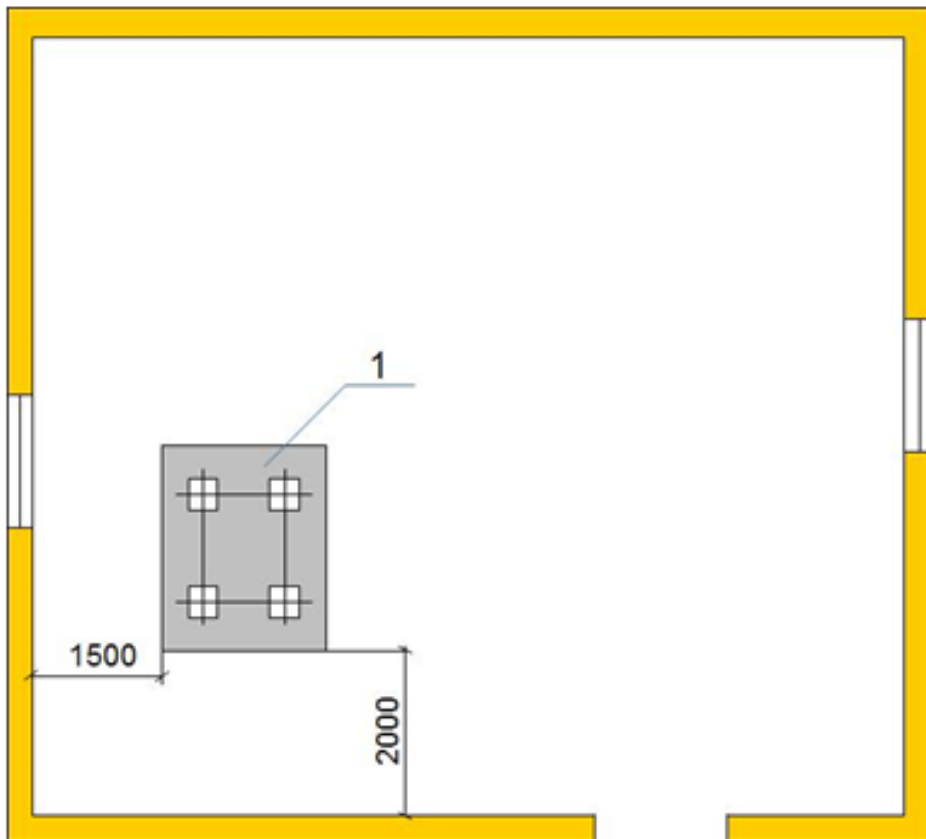

Рис.3. Від стіни або від осі колон до габаритів фундаменту.
1. Від стіни або від осі колон до габаритів фундаменту (рис. 3).